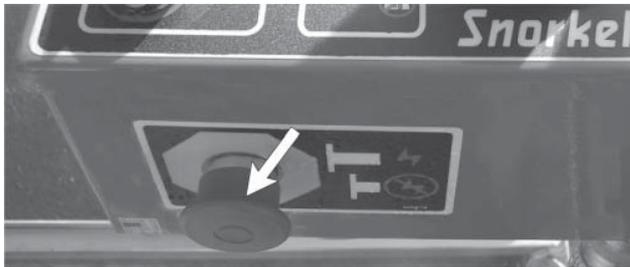

Abb. 9.1 – Plattform-Bedienung, Notauschalter
Wenn Sie einen der beiden **Notaus-Schalter** (siehe Abb. 9.1 und 9.2) in einem beliebigen Zeitpunkt drücken, werden alle Maschinenfunktionen angehalten, der Motor abgeschaltet und sämtliche Bewegungen eingestellt.
1. Kontrollieren Sie, ob der **Notaus-Schalter** ① herausgezogen ist (eingeschaltet) (siehe Abb. 9.1 und 9.3).